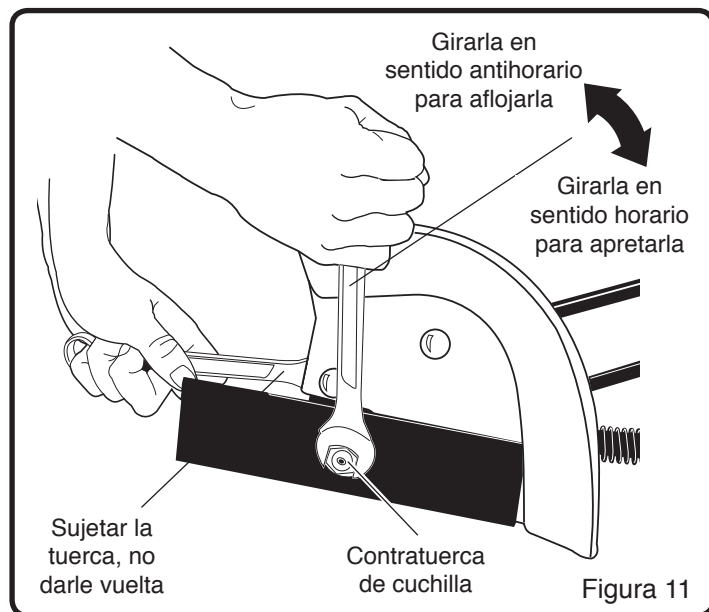

Figura 11
**NOTA:** El reemplazo de la cuchilla requiere dos (2) llaves ajustables de 12 pulgadas o dos (2) llaves de 19 mm [3/4 de pulgada].
3. Retirar la contratuerca de la cuchilla que sujeta la cuchilla al eje de impulsión. (Véase la Figura 11)
Para retirar o apretar la contratuerca de la cuchilla, siempre utilizar el método mostrado en la Figura 11. Siempre colocar la llave de sujeción sobre la tuerca detrás de la cuchilla.